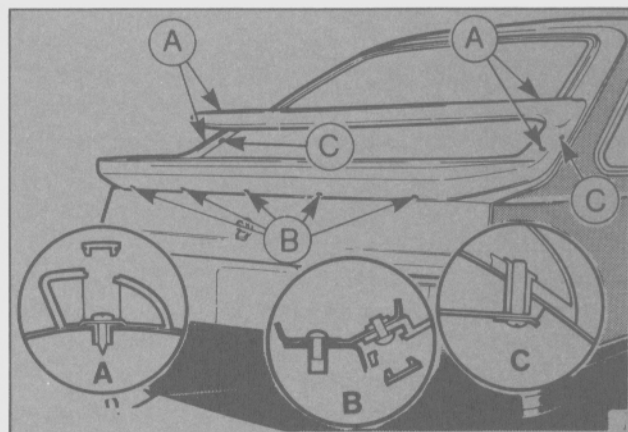

Fig. 51 - Ubicación de los tornillos de retención del deflector.
- Cerrar la puerta trasera. Retirar las tapas de acceso y los tornillos de sujeción del deflector (Figs. 51 y 52).
- Colocar los tornillos de retención del deflector (Fig. 51) y sus tapas de acceso.